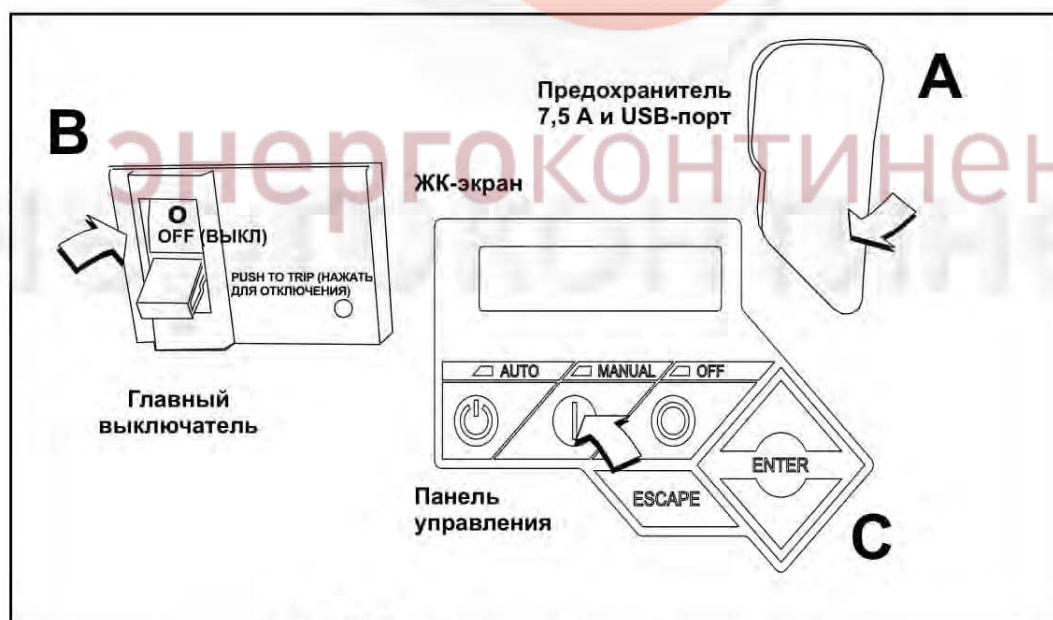

Рис. 3-5. Панель управления генератора
1. Приподнимите защитный резиновый клапан, покрывающий держатель для предохранителя, и установите предохранитель 7,5 А. См. пункт «A» на Рис. 3-5.
2. Переведите главный выключатель вниз в положение OFF (ВЫКЛ) (Разомкнутое положение). См. пункт «B» на Рис. 3-5.
3. Нажмите MANUAL (РУЧНОЙ) на панели управления, чтобы запустить двигатель. Сработает синий светодиод, подтверждающий переход системы в режим MANUAL (РУЧНОЙ). См. пункт «C» на Рис. 3-5.